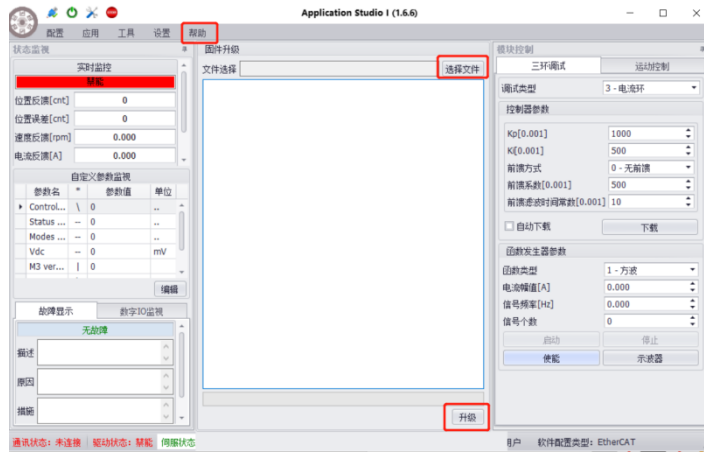

图 6-17 选择文件
- ② 点击“选择文件”，打开文件夹，选择要升级的 M3 或者 C28 文件，如图 6-17。